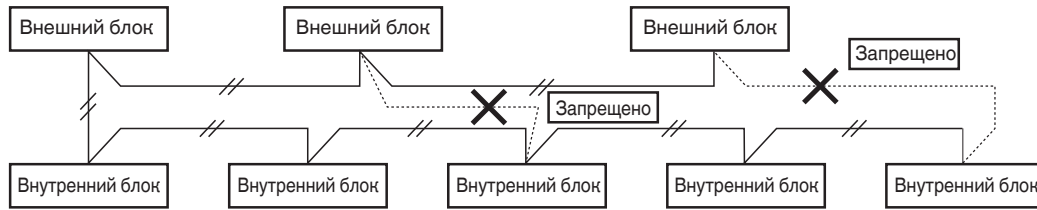

Рис. 4-1
- (2) Не устанавливайте межблочную проводку управления таким образом, чтобы она образовывала петлю. (Рис. 4-1)